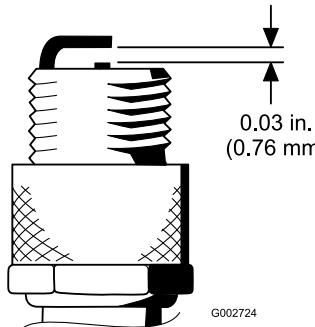

Figura 29
4. Ajuste a folga existente entre o elétrodo central e os elétrodos laterais para 0,76 mm; consulte Figura 29. Monte a vela com a folga correta com o vedante e aperte-a com uma força de 23 N·m. Se não utilizar uma chave de aperto, aperte bem a vela.